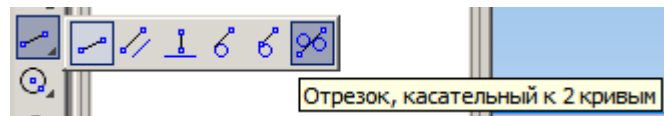

Рис. 14. Выбор инструмента «Отрезок, касательный к 2 кривым»
15. Теперь, когда окружности созданы, перейдем к созданию сопряжений между ними. Для построения сопряжений используется инструмент  («Отрезок, касательный к двум кривым»), рис. 14.